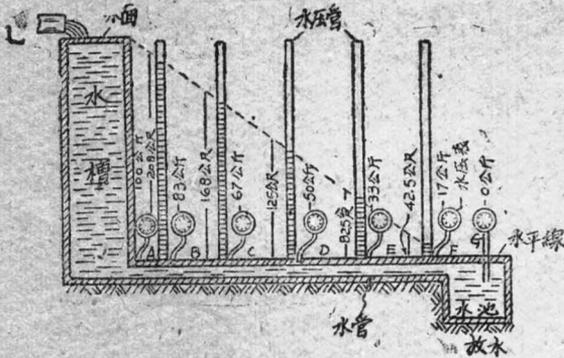
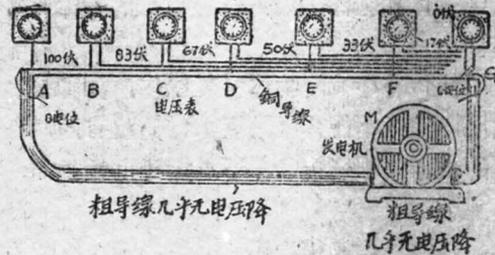

图11 水位降的测量
图12 电位降的测量
⑤什么是电位降：简单说起来，电位降单纯的代表电位间的差别或降落。先看图11，这里水槽的水位L最后降落到水池的水位G，在平放的水管中，水位是在逐步地下降，愈近水池，水位愈底。这种关系可以用水压表来实际测量，或用水柱高度来代表。显然的L和G二点间的水位差是使水流动的推动力，缺了这个水位差，水流就会停滞不再流。这里虽然只介绍了水在水管中受到不同水位差的作用，其中的基本关系却很重要的，并且还可以用来帮助说明这个电位降的问题。再看图12，这里发电机M推动电流在导体AG上流通。在导体AG上的G点是参考电位点，